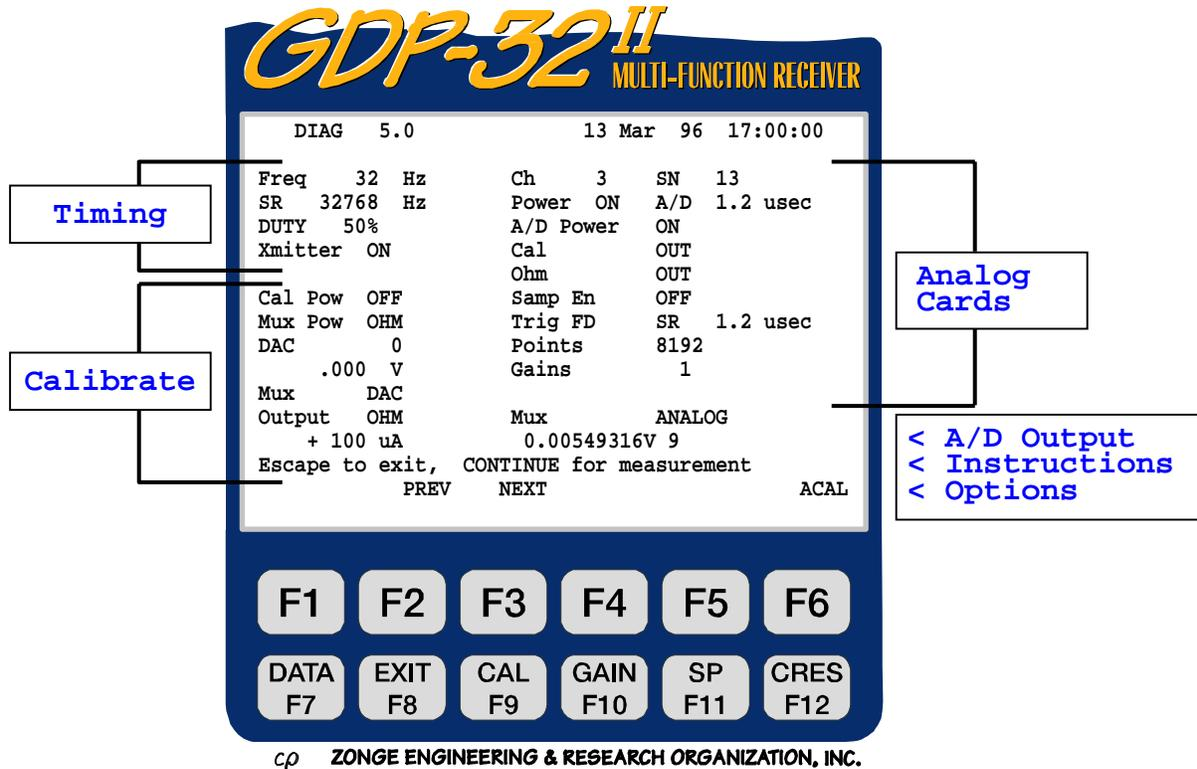

图 17.2 (d) NanoTEM 实例
8. 此时，屏幕将如图 17.2 (c)：
16. 按 ，获得第二增益级。利用  或  将其变为 **1**。在这一点上，此刻可调节增益和 DAC (SP) [数模转换器 (自电)]，以观测仪表上的响应。